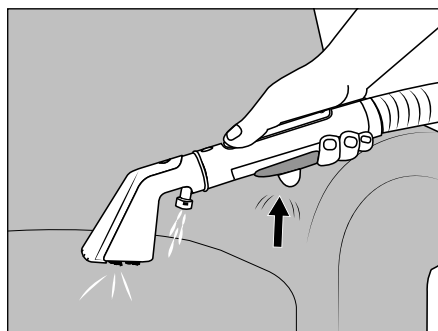

Fig. 6
- (1) Durante a utilização do aparelho, certifique-se de que as aberturas de sucção ❸/❹ do bocal para estofos ❷ ou do bocal para frestas ❸, não ficam bloqueadas. Uma obstrução pode ser causada por objetos soltos, fiapos, cabelos, etc. Isto pode provocar danos no bocal para estofos ❷ ou no bocal para frestas ❸, impedindo o seu funcionamento correto. (2) Antes de proceder à limpeza, verifique as indicações constantes nas etiquetas de instruções de limpeza do fabricante dos estofos/tapetes. O aparelho não é adequado para têxteis sensíveis (p. ex. seda, couro, Flokati, etc.).
(3) Quando utilizar produtos de limpeza (produto de limpeza com vinagre e produtos de limpeza de estofos) teste primeiro a resistência da cor. Comece sempre a limpeza numa área pouco visível. (4) O aparelho deve estar corretamente montado e o reservatório de água limpa ❷ deve estar abastecido antes do funcionamento. (5) Desligue o aparelho, antes de trocar o bocal para estofos ❷ pelo bocal para frestas ❸ ou vice-versa. (6) Se o reservatório de água suja ❸ estiver cheio, a boia ❺ fecha a abertura de sucção e o aparelho funciona a uma velocidade elevada. Desligue imediatamente o aparelho (ver capítulo 7.1. **Limpar o reservatório de água suja**).
- ◆ Levante as pegas de transporte ❻ e leve o aparelho até ao local onde pretende utilizá-lo.
- ◆ Retire a mangueira de aspiração/pulverização ❿ dos suportes de mangueira ⓫/⓬.
- ◆ Segure a mangueira de pulverização/aspiração ❿ pela peça de mão.
- ◆ Mantenha o bocal para estofos ❷ 2-3 cm acima da área a limpar. Acione o botão de pulverização ⓫, para pulverizar água/solução de limpeza através do bocal de pulverização ⓫ (ver fig. 6).